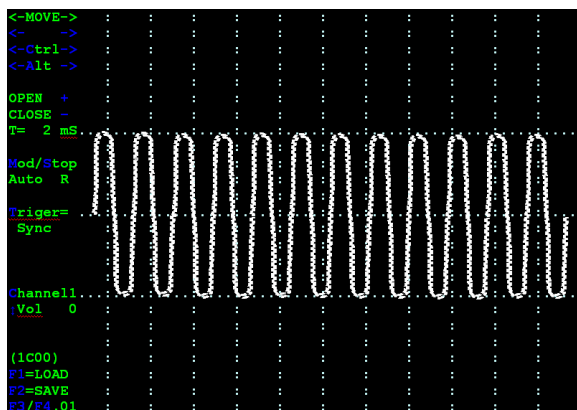

Figura 4 – Aplicación scope de la SENTINEL
3. La aplicación de Osciloscopio aparece en la pantalla (consulte la Figura 4) y le permite hacer el ajuste del Volumen de la señal de entrada.